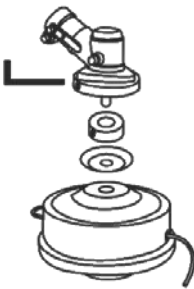

Рисунок 6
3.4 Встановлення катушки з різальною жилкою (рисунок 6)